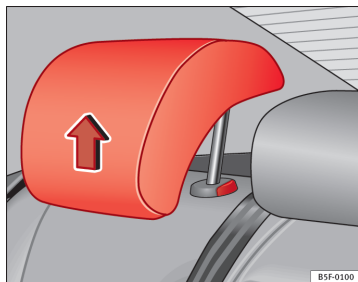

Fig. 5 Appuie-tête en position d'utilisation
- Une position **d'utilisation** (appuie-tête levé) ⇒ fig. 5. Dans cette position, l'appuie-tête se comporte comme un appuie-tête normal, qui protège les occupants de la banquette arrière en plus de la ceinture de sécurité.